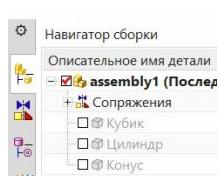
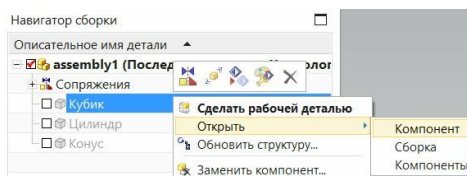

Рис.45
рис.46
- Вариант **«Только структура»** означает, что вы получите информацию только о том, как много компонентов в сборке, какие в этой сборке есть под сборки, что в этих подсборках содержится. Эта информация и есть структура сборки. Эта структура будет представлена тускло в навигаторе сборки (рис.45). Но при этом ни одна модель компонента **не будет загружена**, поэтому загрузка структуры сборки всегда происходит **очень быстро**.
- Если вы загрузили большую сборку с опцией **«Только структура»**, то вы сможете выполнить **выборочную** загрузку только нужных вам компонентов по их именам (рис.45). Для этого нужно установить курсор на строку компонента, КМ, и команда **«Открыть \ Компонент»** (рис.46). Будет загружена модель только этого компонента.